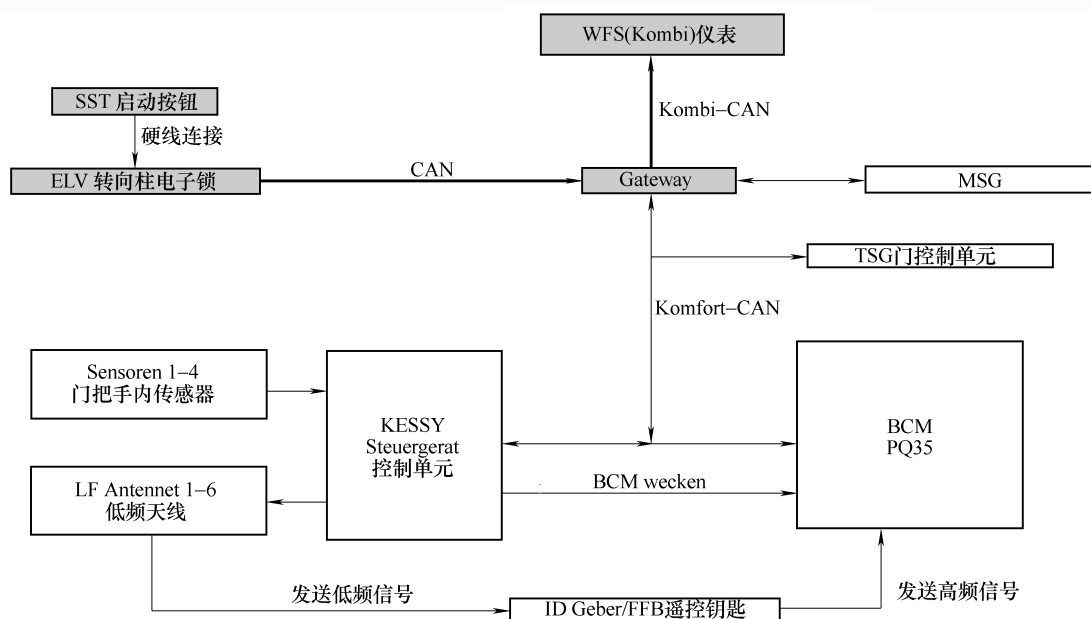

图 5-4-24 仪表信号传输
② 仪表发出验证 WFS 的请求给 KESY 控制器，如图 5-4-24 所示。